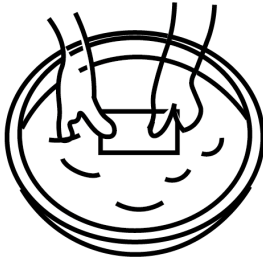

Abbildung 20
- Waschen Sie den Filter sorgfältig in lauwarmen Seifenwasser aus, Abb. 20.